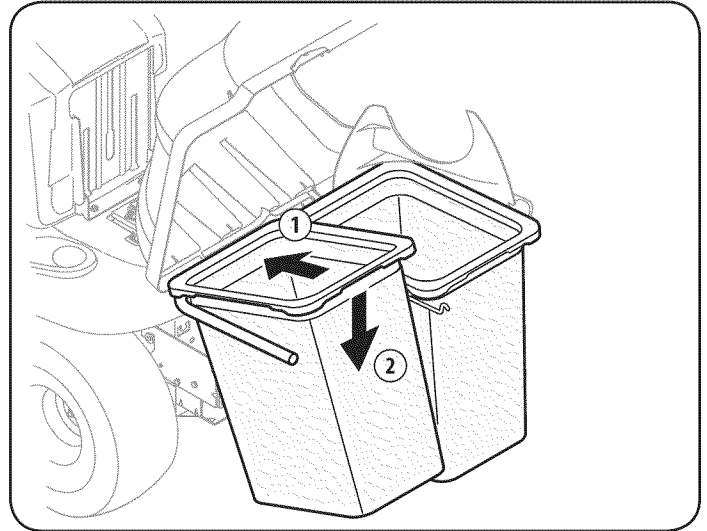

Figure 15
6. Instale ambas bolsas de hierba en el conjunto de soporte de bolsa insertando el borde delantero en primera (1), como se ve en la Figure 15, y bajar el borde posterior (2) hasta que encaje en la Asamblea.